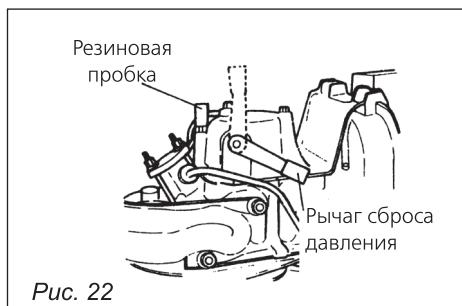

Рис. 22
- б) Нажмите рычаг сброса давления (рис. 22). Он вернется в исходное положение автоматически, когда Вы потянете ручку ручного пускового устройства.